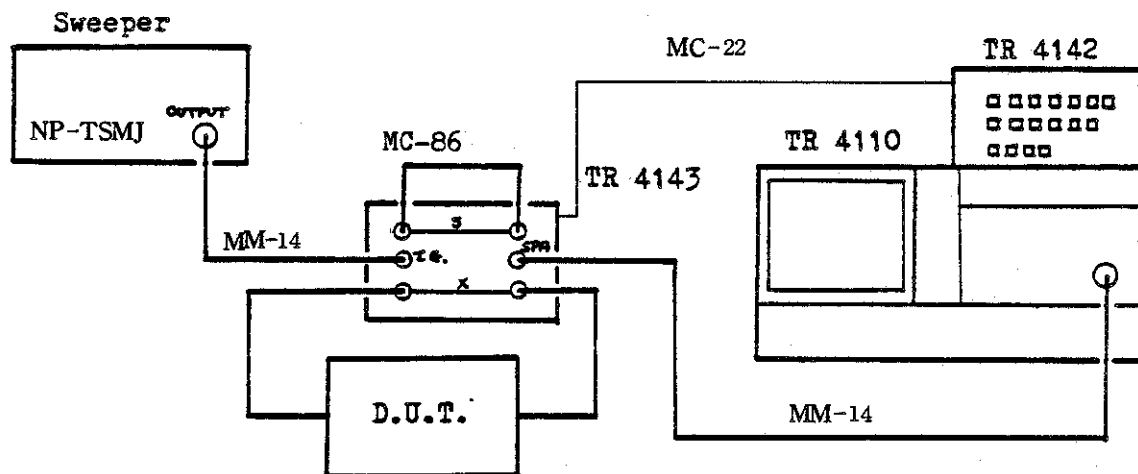
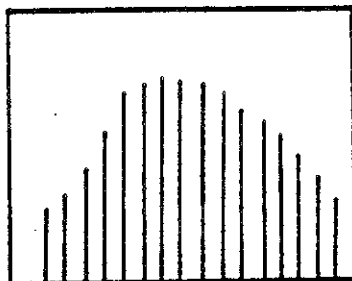

図 3-4 スウィーパを使用した周波数特性の測定の接続図
図 3-5
- (3) スウィーパ、TR-4110、TR-4143 を、図 3-4 に従って接続します。
- (4) 各測定器の「POWER」スイッチを、「ON」に設定します。
- (5) 「DIGITAL MEMORY-THROUGH」スイッチを、「DIGITAL MEMORY」に設定します。
- (6) スウィーパを速く自動掃引させ、TR 4110 の「SCAN TIME」スイッチを遅くすると、被測定物の周波数特性が、図 3-5 のようになります。